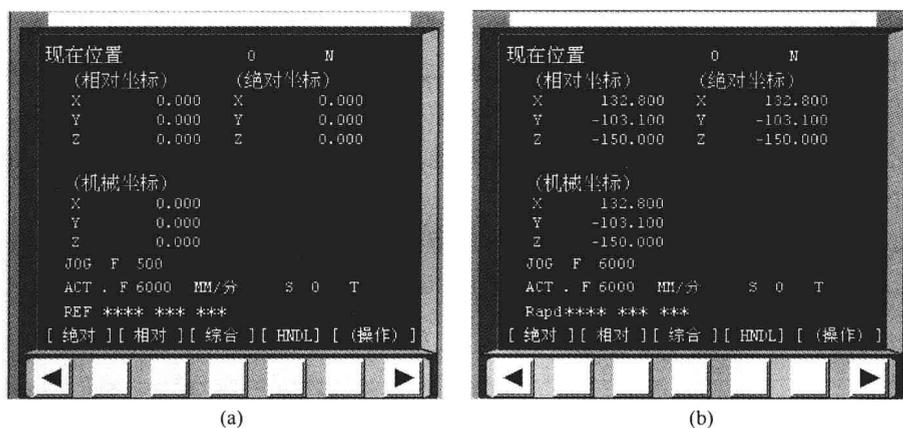

图 1-9 FANUC 0i Mate-MC 数控系统回零操作
将操作模式旋钮旋至回零模式——将快速倍率旋钮旋至最大倍率 100%——依次按 +Z、+X、+Y 轴进给方向键（必须先按 +Z，确保回零时不会使刀具撞上工件），待 CRT 显示屏中各轴机械坐标值均为零时 [如图 1-9(a)]，回零操作成功。
(1) 当机床工作台或主轴当前位置接近机床零点或处于超程状态时，此时应采用手动模式，将机床工作台或主轴移至各轴行程中间位置，否则无法完成回零操作。
(2) 机床正在执行回零动作时，不允许旋动操作模式旋钮，否则回零操作失败。
(3) 回零操作做完后将操作模式旋钮旋至手动模式——依次按住各轴选择键—X、—Y、—Z，给机床回退一段约 100mm 左右的距离 [如图 1-9(b) 所示]。